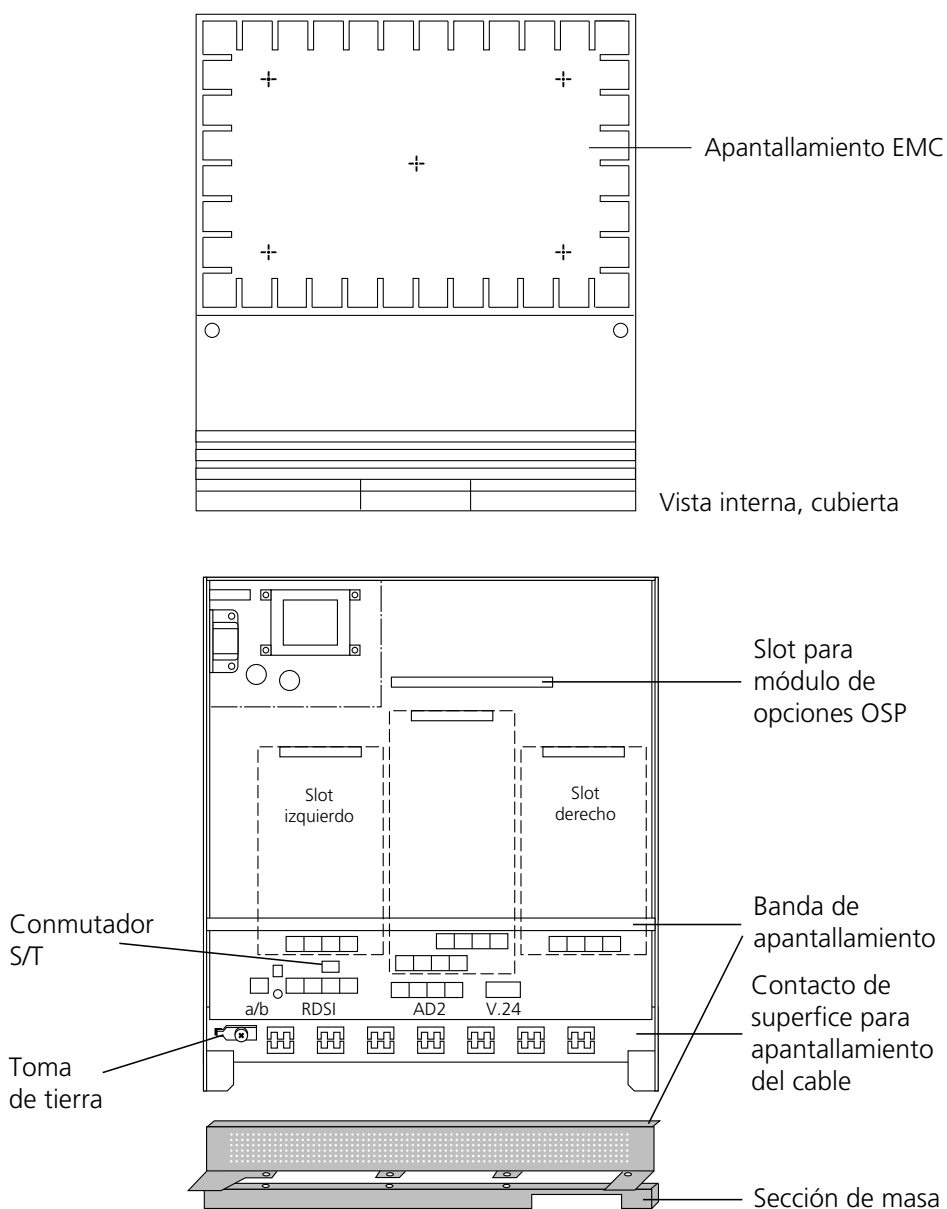

Fig. 4.5: El concepto de EMC
- Insertar el módulo de opciones OSP a su slot específico (Fig. 4.5)
2. Retirar la banda de apantallamiento (*Fig. 4.5*)